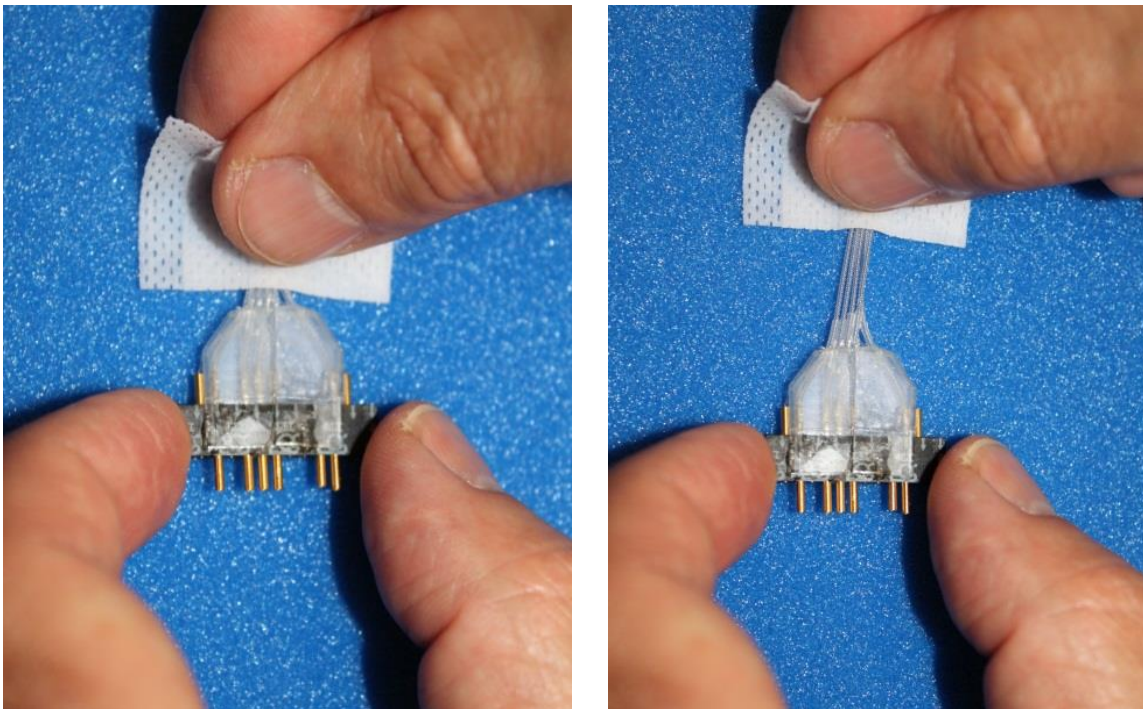

Figura 17.
4. Limpie los sitios de salida con una toallita con alcohol (con alcohol isopropílico al 70%). Limpie siempre hacia el sitio de salida. Deje que el alcohol se seque al aire antes de su uso (Figura 17).